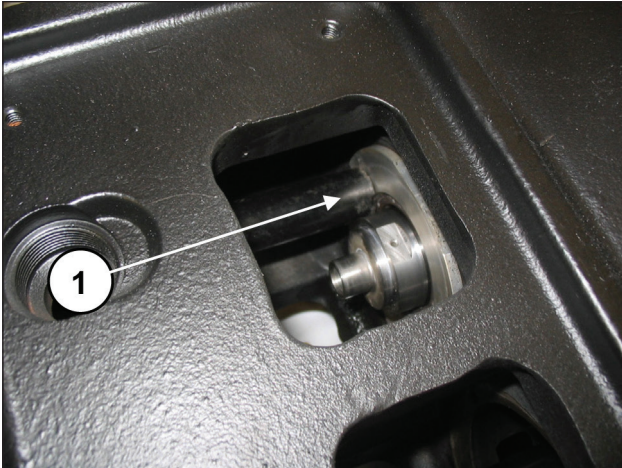
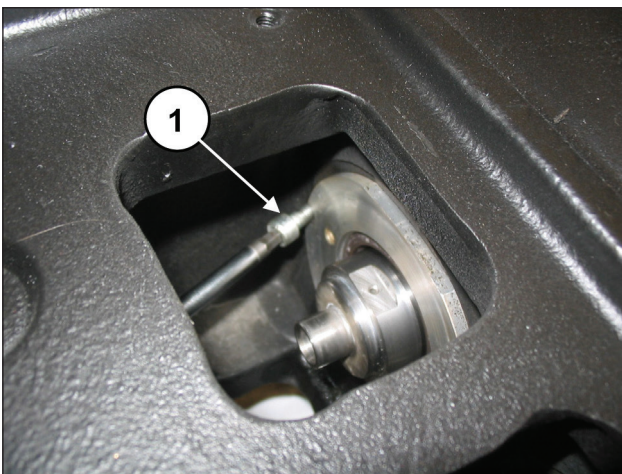

Fig. 177
Fig. 178
S'assurer que le couvercle entre à fond dans le logement (rep. ①, Fig. 177) en prenant garde de ne pas endommager la lèvre du joint Spi. Visser les carters d'huile à l'aide de 2 vis M6x14 (rep. ①, Fig. 178).